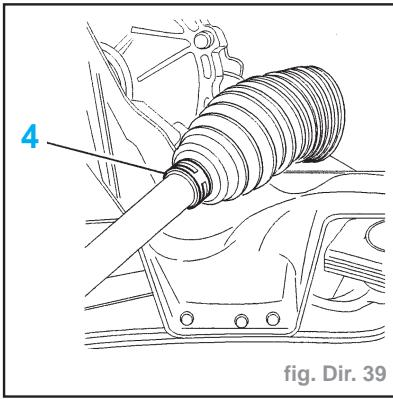

fig. Dir. 39
- le collier (4) (fig. Dir. 39)